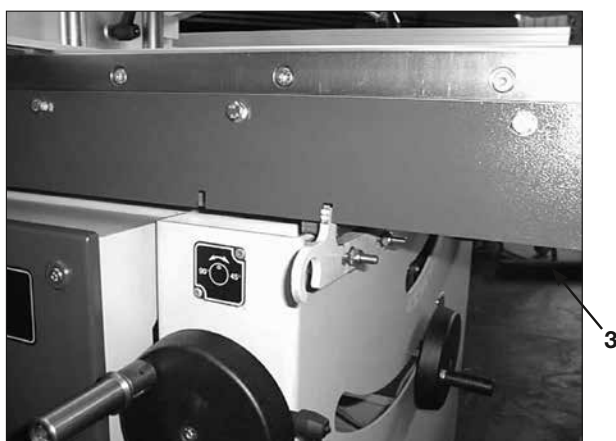

Abb.15
Besäümtisches (Abb.15)
(Abb.15 bis)
Einfach den Bolzen (1) (Abb.15,1) ziehen und in der Baumschlitz (3) an der Seite des Schiebetisches einrasten.
Abb.15 bis